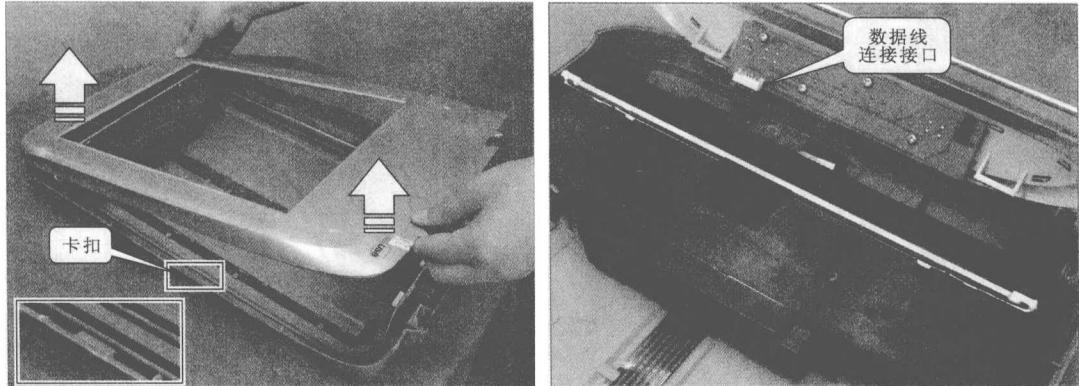

图 1-5 撬开卡扣、打开稿台
(3) 扫描仪的稿台采用卡扣的方式与机体连接在一起，撬开扫描仪左右两侧的卡扣后可将稿台打开，打开后需要注意稿台上的操作显示电路通过数据线与微处理器控制电路相连，因此不要将其扯坏，如图 1-5 所示。